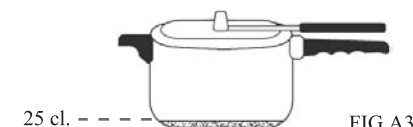

FIG.A3
3. La cantidad mínima de agua que debe usar para cocinar es de 250 mililitros (1/4 de litro). (FIG. A3).